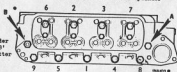

Abb. A.4
- (1) Ausbau Anweisungen in umgekehrter Reihenfolge befolgen.
- (2) Lufträuger entfernen (Teil A1)
- (3) Kollsystem ablassen (Teil C1).
- (4) Kipphebelabdeckung entfernen.
- (5) Kipphebelwellenhalterung lösen und Zylinderkopf Muttern nach und nach in der auf Abbildung A 4 gegebenen Reihenfolge lösen. Nachdem die Spannung gelöst ist, sind die Kipphebelwellen-Halterungsmuttern sowie die Welle und Halterungen abnehmbar.
- (6) Wellenstellschraube auf der vorderen Halterung entfernen.
- (7) Kipphebel, Halterungen und Federn von der Welle abziehen wobei die Lage der Teile zum arbeitsgegenkönnen Wiedereinbau zu notieren ist.
- (8) Verschluss-Schraube vom vorderen Ende der Welle abschrauben und Ölkappe abheben.
- (14) Ausbavorgang in umgekehrter Reihenfolge befolgen.
(15) Das mit einer Verschraubung versehene Wellendeckel sowie die Halterung mit Gewindebohrungen vorn am Motor befestigen.
(16) Zylinderkopf und Pleierwellen Mutttern auf empfohlene Anzugsanweisung und in der auf Abbildung A 4 angegebenen Reihenfolge festziehen.
- (1) Haube abnehmen.
(2) Kühlwasser ablassen (Teil C.1).
(3) Batterie und elektrische Anschlüsse vom Zylinderkopf abklemmen und Zylinderkopf-Hebelstange ausbauen (Abschnitt A.1).
(4) Vergaser-Hebelstange ausbauen (Abschnitt A.1).
(5) Vergaser (mit angeschlossenen Kabeln) vom Auspuffkammer abnehmen und vom Zylinderkopf entfernen.
(6) Auspuffrohr von Krümmungsflansch abnehmen.
(7) Cooper 'B', Auspuffkammer ausbauen wie in Abschnitt A.4 beschrieben.
(8) Pleierwellen-Steuergrube lösen und Kipphebelbeispiel ausbauen.
(9) Cooper 'B', Nocken (A) und Mutter (B) ausbauen, bevor die verbleibenden Zylinderkopfmuttern gelöst werden.
(10) Zylinderkopfmutter nach und nach lösen und in umgekehrter Reihenfolge von Abb. A.4 abnehmen.
(11) Obere Wasserschlauch abnehmen und Schelle lösen, die die Wasserpumpe am Umgebungschlauch des Zylinder-
(b) Zylinderkopf- und Pleierwellenmutter progressiv anziehen und schließlich auf die in den **ALLGEMEINEN DATEN** aufgeführten Werte in der in Abb. A.4 geeigneten Reihenfolge anziehen.
Cooper 'B', Zusatzhalter Bolzen und Mutter (Abb. A.4) lösen